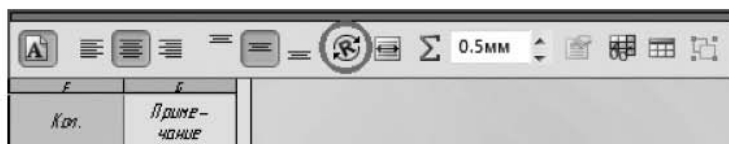

Рис. 6.64. Команда Вращать надпись
- Для поворота надписи в заголовке некоторых колонок выделите ячейку и в появившейся панели выберите кнопку **Вращать** (рис. 6.64).